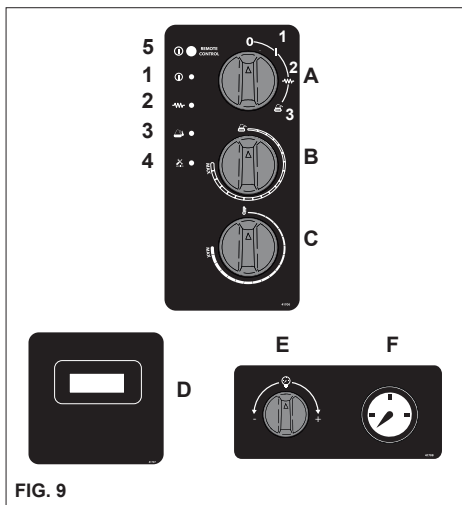

FIG. 9
2) Start høytrykksvaskeren og bruk bryteren B fig. 9 til å velge mengden vaskemiddel som skal brukes. På displayet vises valgt mengde vaskemiddel i 3 sek.